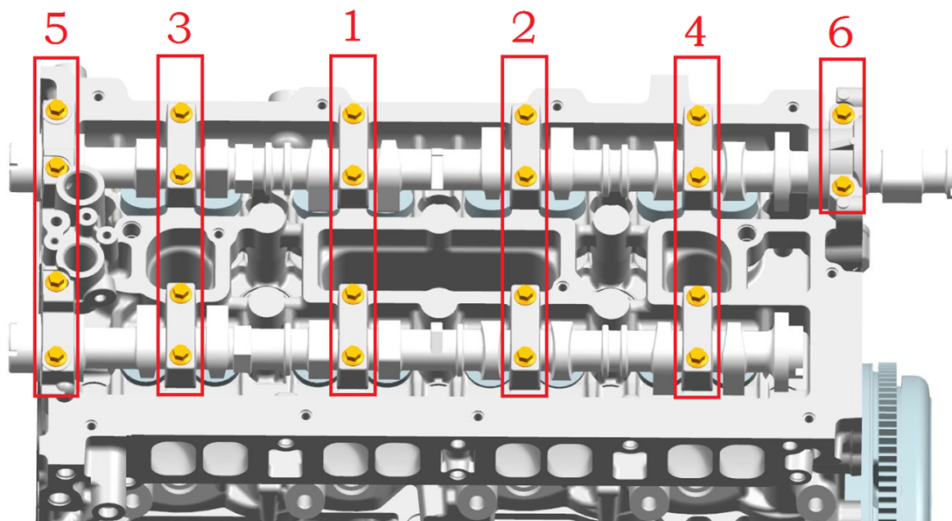

图 9.3
- 3、将凸轮轴轴承盖Ⅰ、凸轮轴轴承盖Ⅱ和凸轮轴轴承盖Ⅲ安装到气缸盖上，按下图 9.3 所示顺序分次拧紧至规定力矩（见表 2.1）。